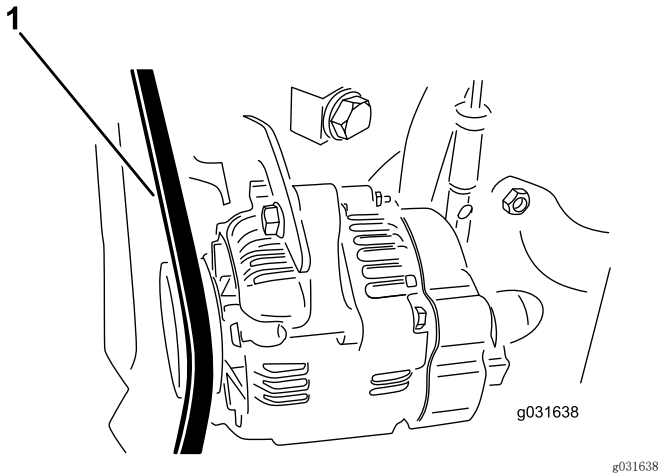

图 61
- 2. 向交流发电机皮带的两个皮带轮中间位置施加 30N 的力量（图 61）。